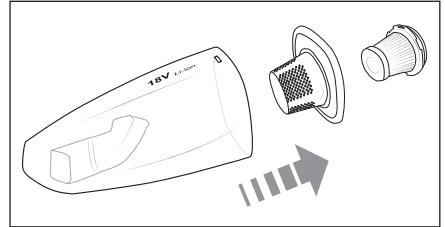

Fig. 6
- 4) Depois, retire o filtro grosso **7** do depósito de resíduos **8** (fig. 6). Sacuda ambos os filtros **6/7** sobre um balde do lixo ou algo similar. Se necessário, pode passar os filtros **6/7** por água limpa. Depois, deixe os filtros **6/7** secar completamente ao ar antes de voltar a colocá-los.